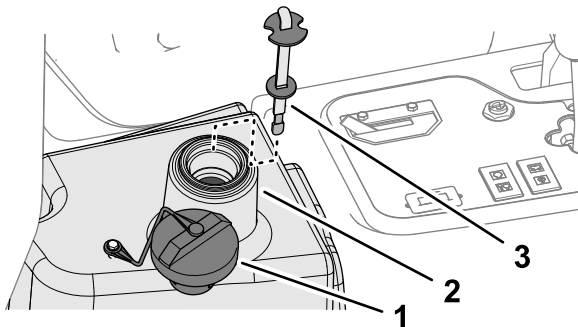

Bild 93
2. Reinigen Sie den Bereich um den Füllstutzen und den Deckel des Hydraulikbehälters (Bild 93) und nehmen Sie den Deckel ab.